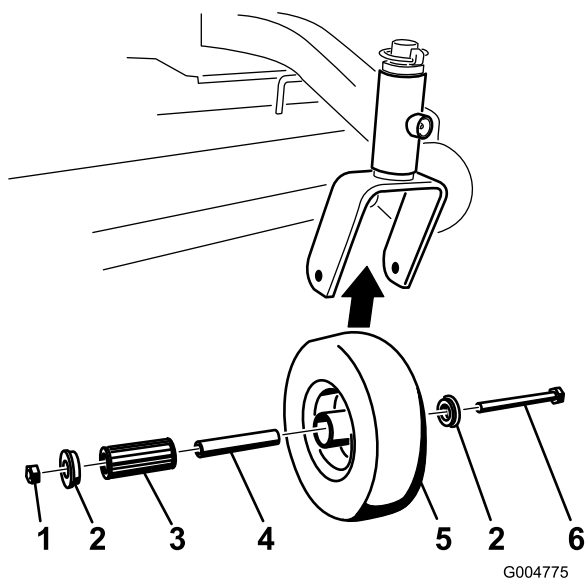

Figura 34
3. Togliete l'altra boccola dal mozzo della ruota e pulite via l'eventuale grasso o sporcizia presenti sul mozzo della ruota (Figura 34).
4. Ispezionate il cuscinetto a rulli, le boccole, la boccola chiave e l'interno del mozzo della ruota per verificarne l'usura; sostituite eventuali parti difettose o usurate (Figura 34).
6. Posizionate la seconda boccola nel mozzo della ruota (Figura 34).
8. Serrate il dado di bloccaggio finché la boccola chiave tocca in fondo l'interno delle forcelle delle ruote orientabili (Figura 34).
1. Togliete il dado di bloccaggio e il bullone della ruota che sostiene la ruota orientabile sulla forcella orientabile (Figura 34).
2. Togliete una boccola, quindi estraete la boccola chiave e il cuscinetto a rulli dal mozzo della ruota (Figura 34).